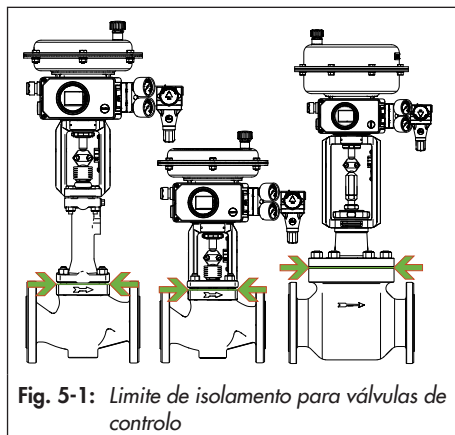

Fig. 5-1: Limite de isolamento para válvulas de controlo
- ➔ *Isole apenas as válvulas de controlo até ao flange do castelo do corpo da válvula (consulte a Fig. 5-1). Isto também se aplica às versões com secção isolante a temperaturas médias inferiores a 0 °C (32 °F) ou superiores a 220 °C (428 °F). Se a secção isolante estiver isolada, não funcionará corretamente.*